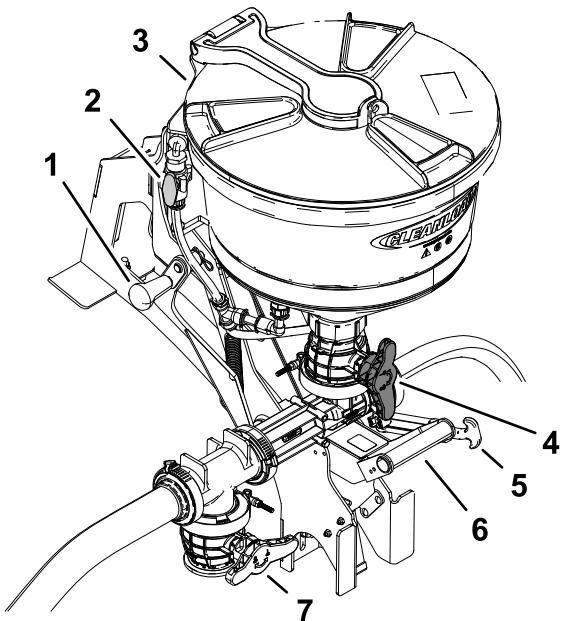

Рисунок 41
- Используйте нижнюю рукоятку для опускания эдуктора (Рисунок 41).
- Откройте крышку, чтобы убедиться в отсутствии инородных предметов, которые могут препятствовать работе или загрязнять систему (Рисунок 41).
- Откройте клапан бункера (красная рукоятка), расположенный в нижней части бункера (Рисунок 41).
- Откройте клапан бункера (Рисунок 41).
- B. Откройте промывочный клапан и промойте бункер эдуктора в течение 20 секунд (Рисунок 41).
- C. Закройте промывочный клапан (Рисунок 41).
- 6. Поднимите эдуктор и закрепите его транспортировочной лентой (Рисунок 41).
- 7. Закройте отсечной клапан эдуктора и клапан бункера (Рисунок 41).
3. Закройте и зафиксируйте крышку эдуктора, повернув по часовой стрелке (Рисунок 41).
6. Верните эдуктор в транспортное положение и закрепите его транспортировочной лентой (Рисунок 41).